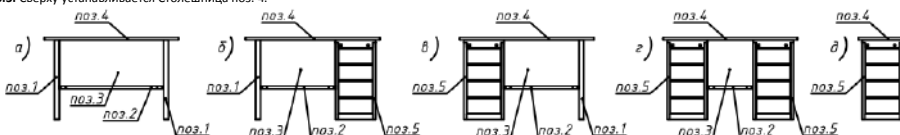

Рис. 1. Схема компоновки и устройства верстаков ML
- 3.1. Верстак (см. рис. 1) состоит из Опор поз. 1 или Тумб поз. 5, либо Опоры и Тумбы вместе.
*Для мини столешницы тип С2 (см. рис. 1, д) кол-во саморезов 6 шт.
- Прикрепите Полку поз. 2 к Опорам поз. 1 (см. рис. 3, а) или Тумбам поз. 5 (см. рис. 3, б), с помощью винтов К3 согласно своей схемы компоновки (см. рис. 1).